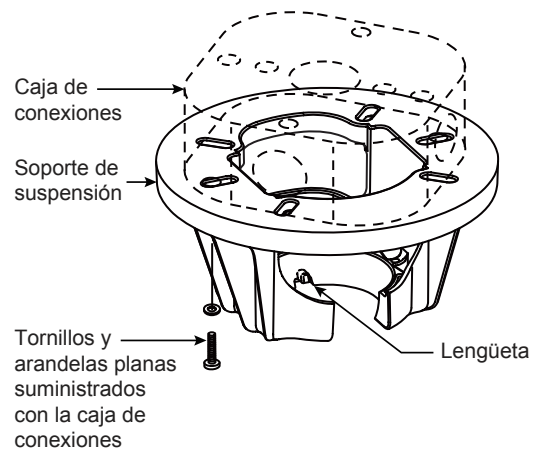

Figura 3
Uso del soporte (Figura 3)
3. Afloje los dos tornillos de fijación del soporte del barral de soporte para techo a través de la varilla. Introduzca los cables a través de la varilla. (Figura 3)
1. Fije bien el soporte de suspensión a la caja de conexiones con los tornillos y las arandelas planas suministrados con la misma. (Figura 3)
NOTA: Se deben pasar los tornillos de la caja de conexiones a través de los orificios que se encuentran en el soporte de suspensión. (Figura 3)
3. Con cuidado, levante el ventilador y apoye la unidad del barral/de la semiesfera en el soporte de suspensión que acaba de fijar a la caja de conexiones. (Figura 4) Asegúrese de que la ranura en la semiesfera esté alineada con el reborde del soporte de suspensión. (Figura 3)
2. Realice las conexiones de cables al bloque del terminal como se muestra en la Figura 3.